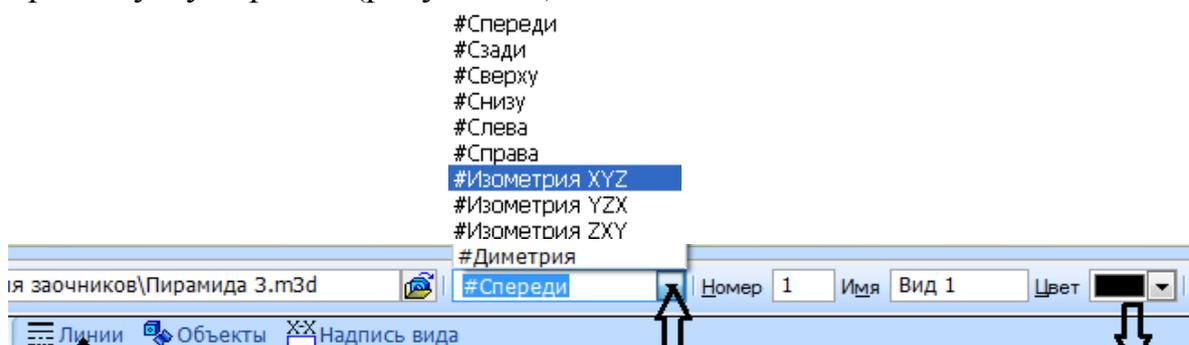

Рисунок 40.
15. На *Панели свойств* в списке *Ориентация вида* выбрать пункт *#Изометрия XYZ*. Зафиксируем фантом изометрии пирамиды в верхнем правом углу чертежа (рисунок 40).